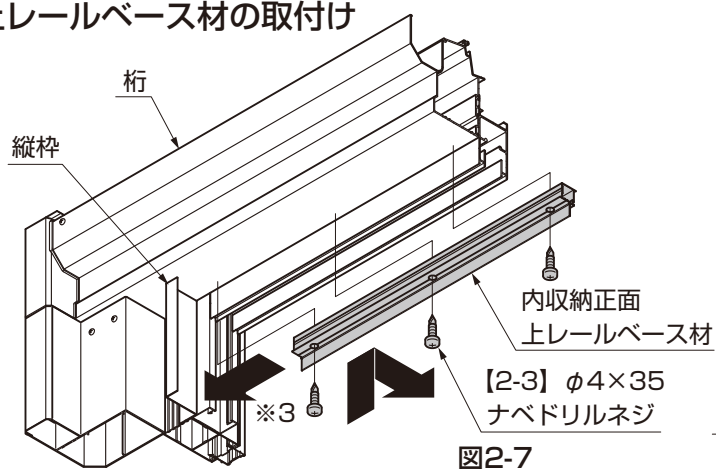

図2-7
- ①取付た縦枠を当てにして内収納正面上レールベース材を桁に【2-3】で取付けてください。（図2-7参照）
- 内収納正面上レールベース材は縦枠に突き当てて取付けてください。（※3）（図2-7参照）